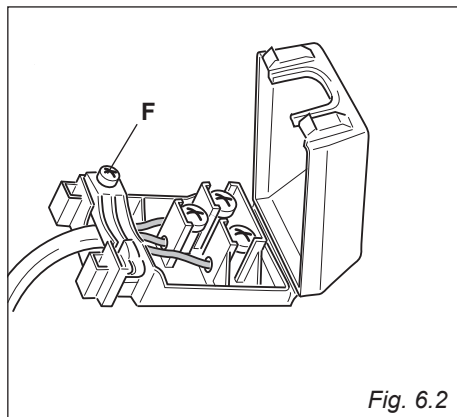

Fig. 6.2
- Aprire il fissacavo svitando la vite “F” (fig. 6.2), svitare le viti dei morsetti e togliere il cavo.